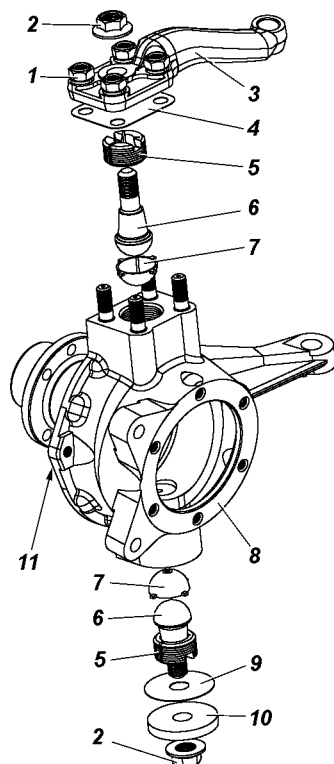

Рис. 9.19. Шкворневой узел с шаровыми шкворнями:
3. Отверните гайки 1 (рис. 9.19) крепления поворотного рычага 3 на корпусе 8 поворотного кулака и гайку 2.